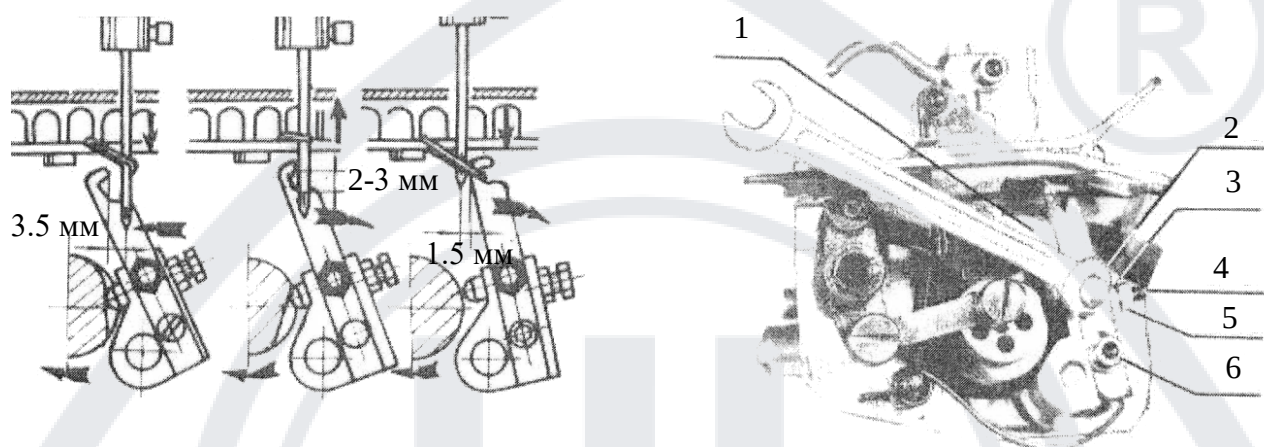

Рис. 3
- 1) Когда игла приближается к самой низкой позиции, дистанция между осью и верхушкой крючка должно составлять около 3.5 мм. (Рис. 3)
- 2) Когда нить продета в крючок, пластина иглы слегка соприкасается с ушком иголки, расстояние не должно быть больше 0.20 мм. Когда дистанция между нижней частью крючка и верхом иголки должно быть 2-3 мм, а между верхушкой крючка и нижней позицией платформы иголки должно быть 2-3 мм. (Рис. 3)
- 3) Когда в крючок продета нить, и он останавливается справа от иглы, игла опускается, проходит через нитку, дистанция между задней частью крючка и осью иголки должна быть 1.5 мм. (Рис. 3)
5.6 Регулировка позиции иглы и крючка (Рис. 3)
- 2) Зафиксируйте зубцы на держателе и закрутите винтами (6) (Рис. 3), когда зубцы поднимаются на 1-2 мм.
Крючок не может поймать нить иглы, когда нить к нему поступает Слишком высокая позиция опоры иглы, поэтому крючок промахивается и не подцепляет нить иглы Игла расположена косо, поэтому подающая нить не перпендикулярна ходу машины Слишком извилистое натяжение нити, которое наклоняет иглу, наклоняет иглу в одну сторону Колебание опоры иглы Слишком большой промежуток между крючком и иглой, при том, что их пластины слегка соприкасаются	Отодвиньте опору, ослабьте винты связующей оси опоры иглы и отрегулируйте опору иглы. Настройте иглу так чтобы она располагалась параллельно ходу машины Поменяйте нить Замените втулку Отрегулируйте согласно Рис. 3